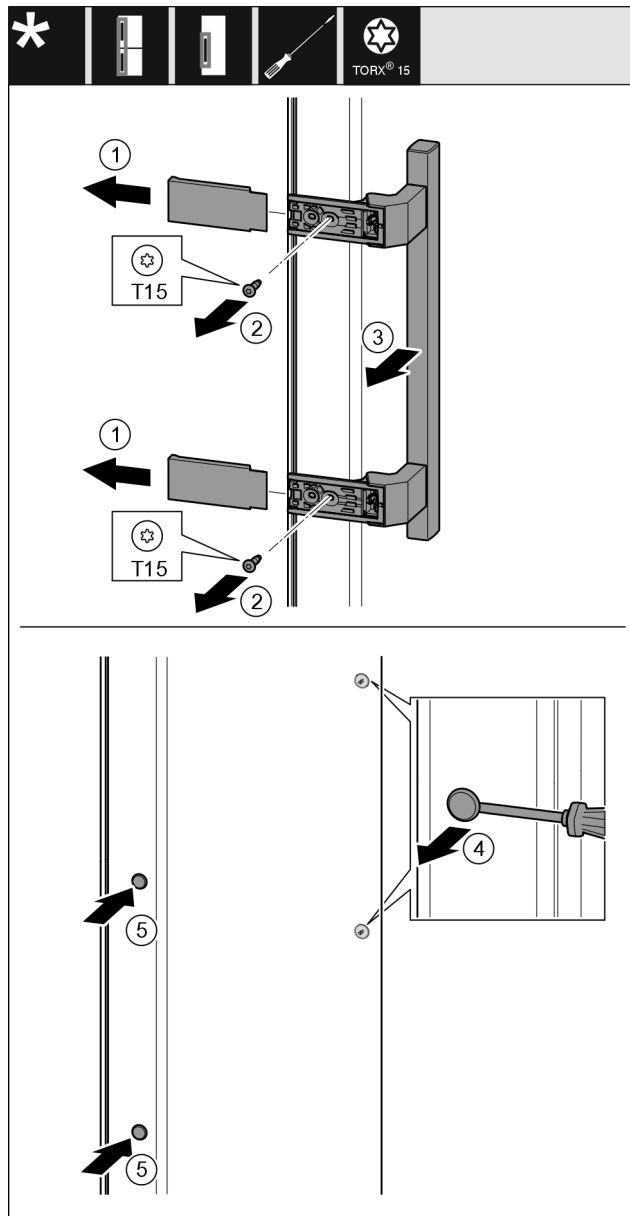

Fig. 35
- Hiqni kapakun mbulues Fig. 35 (1).
- Lironi vidat Fig. 35 (2) me një kaçavidë.
- Hiqni dorezën Fig. 35 (3).
- Ngrini lart me kujdes tapën anësore Fig. 35 (4) me një kaçavidë me kokë petë dhe nxirreni jashtë.
- Vendosni sërish tapën Fig. 35 (5) në anën tjetër.